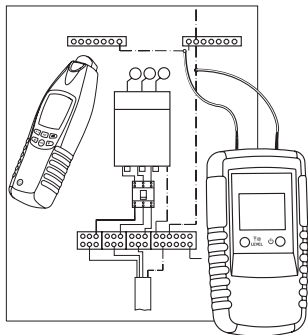

图 13
- 将发送器如图 13 所示连接到楼宇。现在可以跟踪在一般情况下存在于整个楼宇中的中性线。